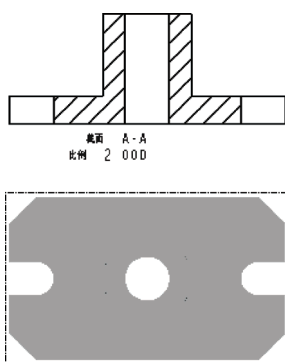

图 11-27 放置一个投影视图
- 2) 如果未指定父视图，则需要选取要在投影中显示的父视图。在父视图的投影通道方向上跟随鼠标显示的一个框代表投影。将此框垂直地或水平地拖到所需的位置单击，例如，本例中在父视图下方的适当区域单击以放置该投影视图，如图 11-27 所示。